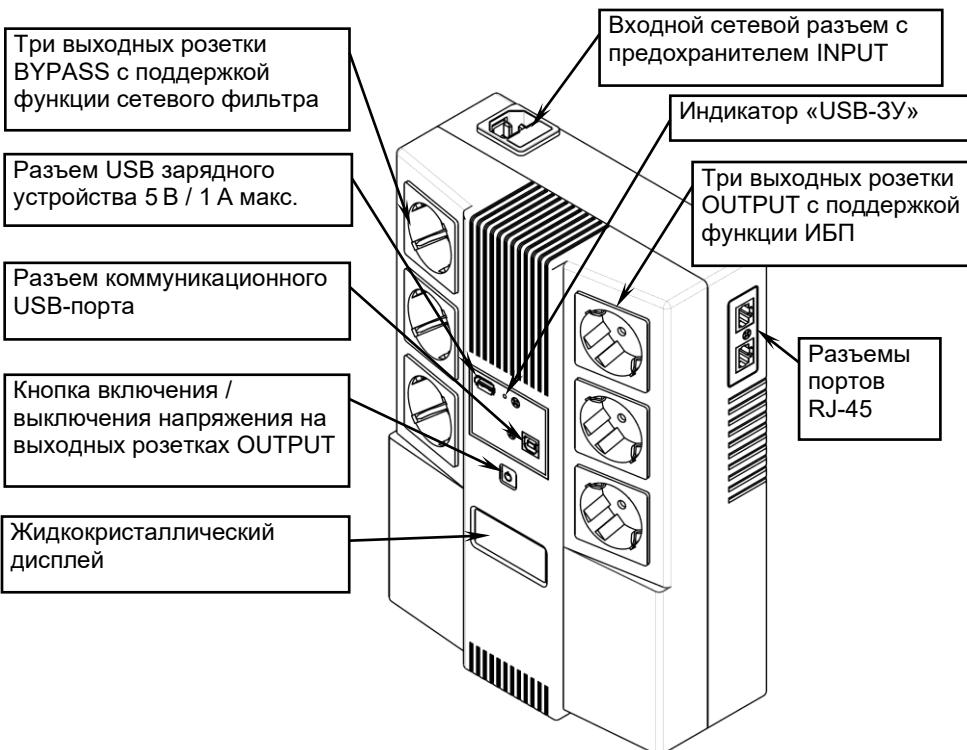

Рисунок 1 – Общий вид изделия спереди
- возможность оперативного выключения/включения напряжения на выходах с функцией ИБП кнопкой, размещенной на передней панели (см. рисунок 1).
Источник имеет (см. рисунок 1):
После подключения изделия к источнику сетевого напряжения (см. раздел УСТАНОВКА И ПОДКЛЮЧЕНИЕ) включается индикатор «USB-ЗУ» (см. рисунок 1), на выходных розетках BYPASS (с функцией сетевого фильтра) появляется выходное напряжение, изделие осуществляет заряд встроенной АКБ, зарядное устройство USB активно.
**Включение ИБП** осуществляется кнопкой (см. рисунок 1). После включения, в течение некоторого времени тестируется состояние входного сетевого напряжения, звучит длинный звуковой сигнал, все индикаторы светятся. Если уровень сетевого напряжения находится в допустимом диапазоне, изделие подает выходное напряжение на розетки OUTPUT, символы режима работы от АКБ и режима неисправности гаснут, символ режима работы от сети остается включенным. В противном случае ИБП включается в режим питания от АКБ (режим «РЕЗЕРВ»), символ режима работы от сети гаснет, а символ режима работы от АКБ остается включенным. Зарядное устройство USB остается активным.
Подключение изделия следует выполнять при отключенном сетевом напряжении питания в следующей последовательности (см. рисунок 1):